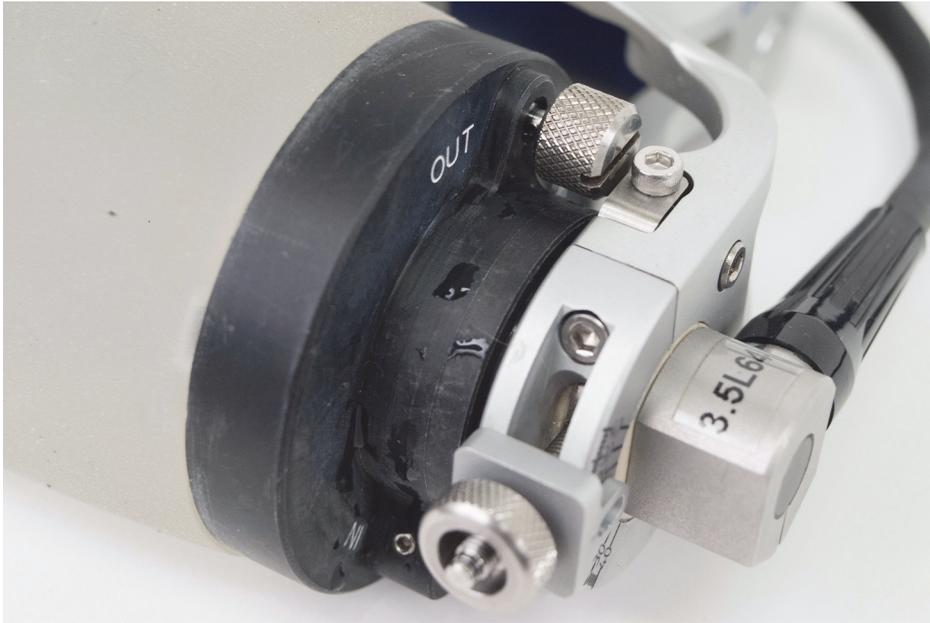

Figure 6-4 Emplacement du régulateur de débit de sortie d'eau
1. Ouvrez le régulateur OUT en le dévissant d'un tour et demi (Figure 6-4 à la page 84)